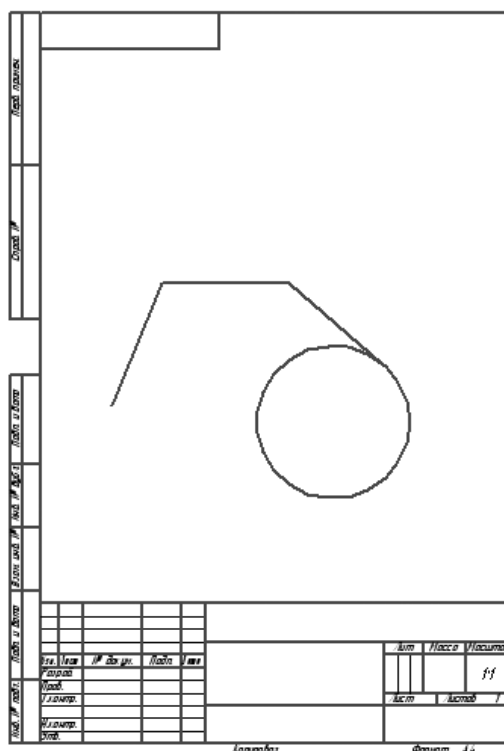

Рис. 2.9. Результат построения
4. Выбрав второй вариант касательного отрезка и завершив выполнение команды, вы получите изображение на чертеже, подобное приведенному на рис. 2.9.